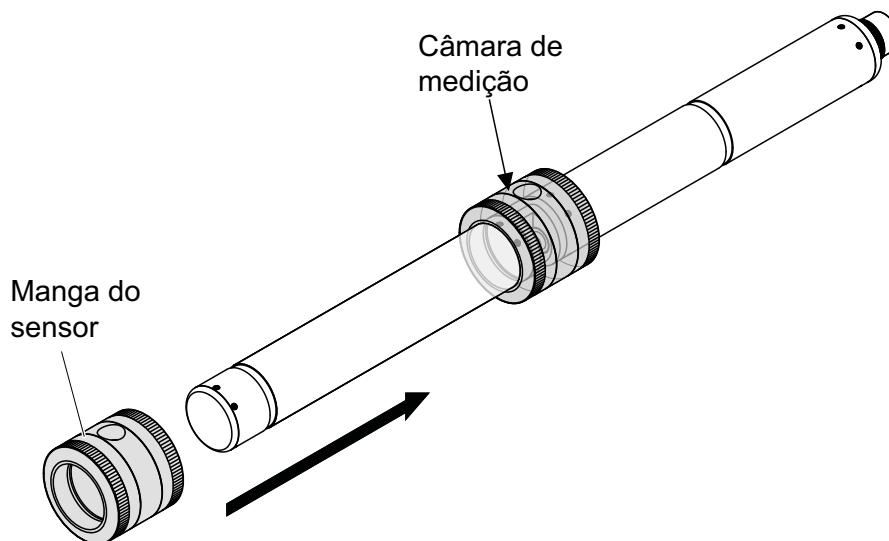

figura 4-3 Coloque a manga do sensor no sensor
9. Coloque o sensor na posição horizontal numa superfície firme e sem vibrações. Vire a abertura de enchimento da manga do sensor para cima (figura 4-3).